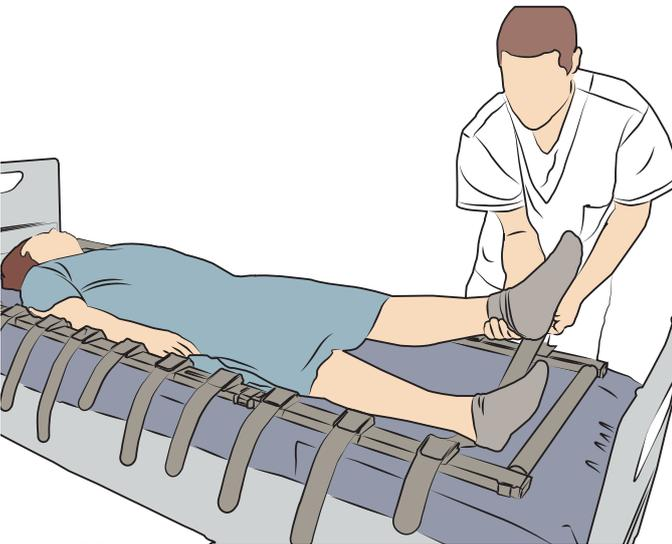

Abb. 25
2. Nehmen Sie die Gurtbänder heraus, indem Sie von einer Seite her ziehen. Nach dem Entfernen der Gurtbänder bauen Sie alle anderen Teile der Gurtliege ab, inklusive der beiden Verbindungsrohre und Seitenteile. Siehe Abb. 25.